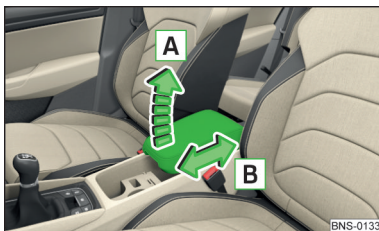

Fig. 73
- › Pour **régler la hauteur**, soulevez l'accoudoir dans le sens de la flèche **A** dans l'une des positions d'encliquetage » fig. 73.